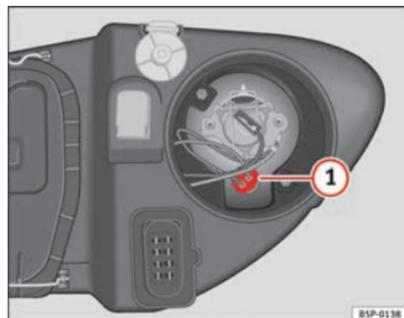

Fig. 171 Luz de población
- Extraiga el portalámparas ⇒ fig. 171 (1) hacia fuera.